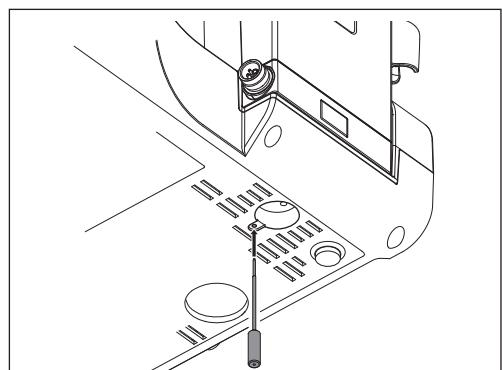

Fig. 42
1) Insérez l'outil de déverrouillage dans l'orifice à la base du boîtier de contrôle et enfoncez-le à fond. (Fig. 42)